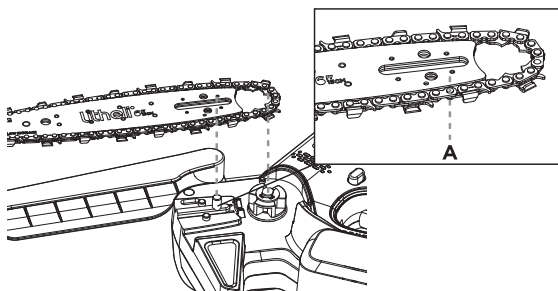

Рис. 3
3. Установите цепь на ведущую звездочку и убедитесь, что болт крепления шины на прокладке шины входит в шлицевое отверстие на шине, а натяжной штифт на прокладке шины входит в паз (А) на шине. (Рис. 3, 4).